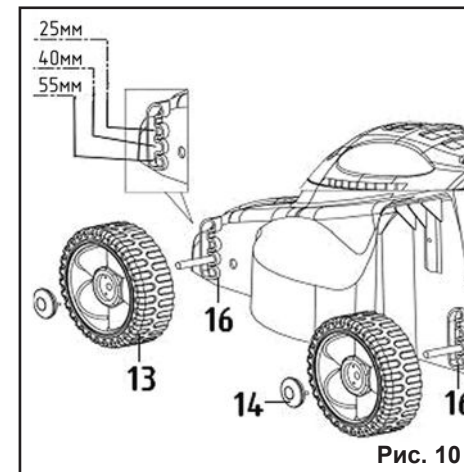

Рис. 10
8.1. Регулировка высоты скашивания (Рис.10)
Примечание. На Рис. 10 для наглядности расположения установочной гребенки